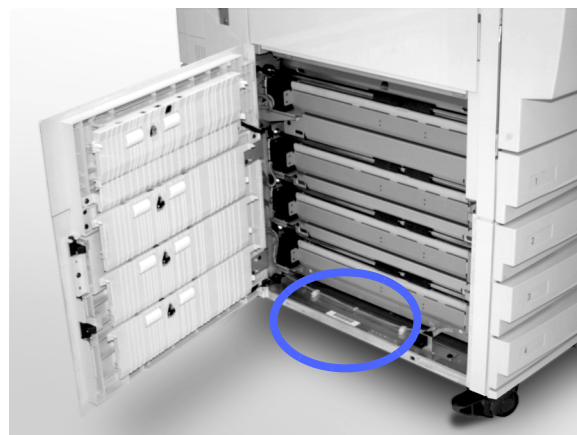

Figure 48 : Emplacement du numéro de série de la machine
- 4 Notez le numéro de série de la machine, inscrit sur l'étiquette apposée à l'intérieur du panneau inférieur (voir la figure 48).